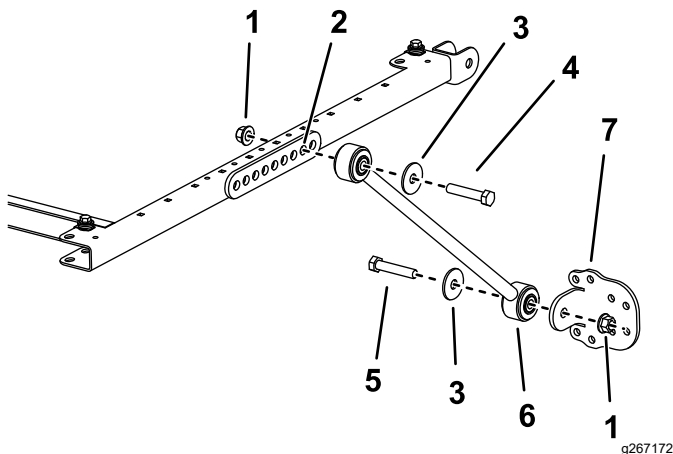

Figura 5
5. En cada lado del bastidor del toldo, monte provisionalmente un tirante en el segundo taladro del soporte del tirante con un perno ($\frac{1}{2}$ " x $2\frac{3}{4}$ "), una arandela ($\frac{1}{2}$ ") y una tuerca con arandela prensada ($\frac{1}{2}$ "), tal y como se muestra en la Figura 5.
arandela ($\frac{1}{2}$ ") y una tuerca con arandela prensada ($\frac{1}{2}$ "), según se muestra en Figura 5.